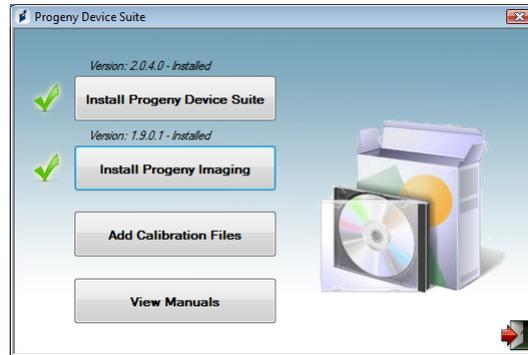

Figure 7 : Progeny Device Suite et Progeny Imaging sont installés
- Des coches vertes à côté des touches « Installer la suite logicielle du système Progeny » et « Installer Progeny Imaging » apparaissent lorsque les deux éléments sont installés (Figure 7).